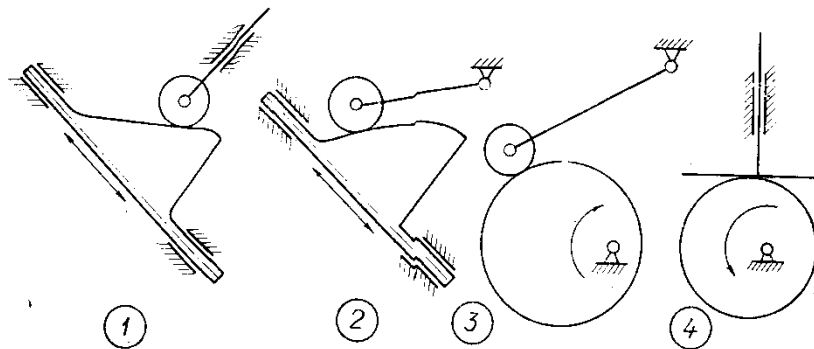

рис.1.
1. В каком из четырех изображенных на рис. 1 кулачковых механизмов вращательное движение кулачка преобразуется в возвратно-прямолинейное движение толкателя?
2. В каком из четырех изображенных на рис. 1 кулачковых механизмов вращательное движение кулачка преобразуется во вращательное движение толкателя?
3. В каком из четырех изображенных на рис. 1 кулачковых механизмов возвратно-прямолинейное движение кулачка преобразуется во вращательное движение толкателя?